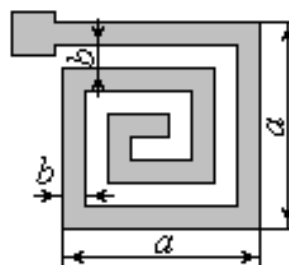

Рисунок 32 – Пленочная спиральная катушка индуктивности с витками прямоугольной формы
17. Пленочная катушка индуктивности (рис. 32) имеет размеры: $a = 3,64$ мм и $b = 40$ мкм. Какова индуктивность и добротность катушки на частоте $f = 100$ МГц, если удельная индуктивность составляет 15 нГн/мм 2 , а поверхностное сопротивление металлической пленки равно $R_S = 1,72$ мОм/□?